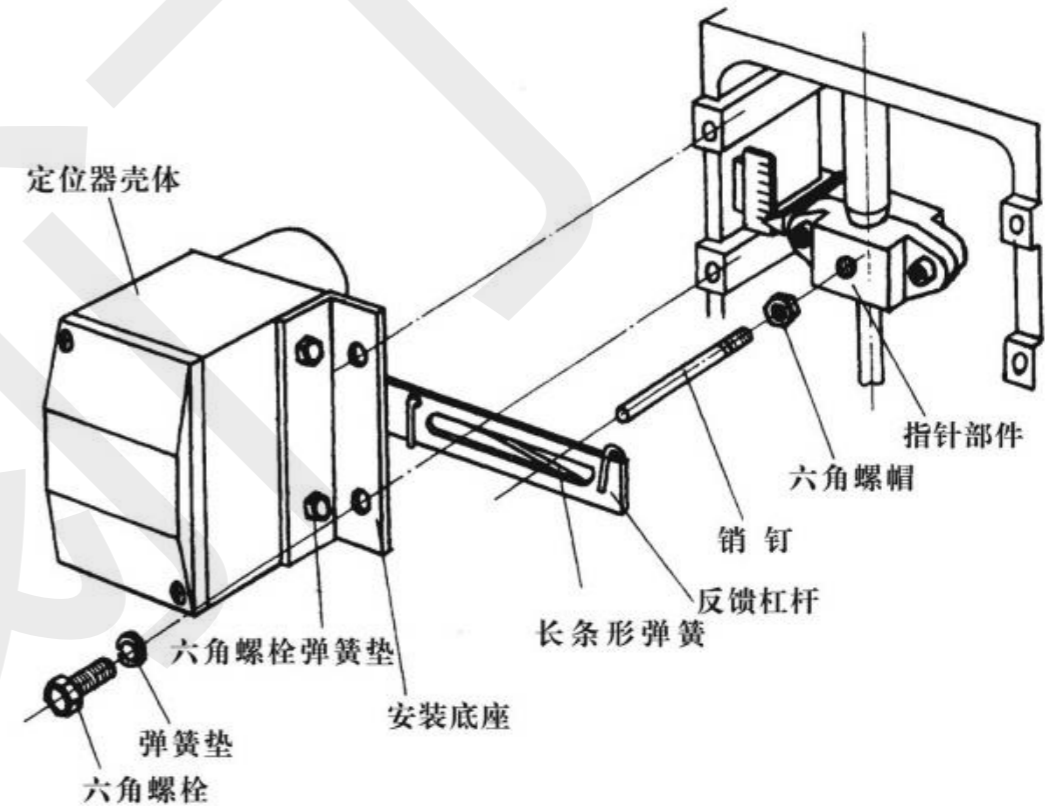

图4 定位器在ZHB^A型执行机构上安装图
1、定位器在ZHB^A型(注1)执行机构上的安装。(见图4)
把销钉和六角螺帽按图4所示装在指针部件上。
用图4所示的六角螺栓(M10×20)和弹簧垫片把安装底座装在执行机构上。销钉穿在反馈杠杆的长槽内。